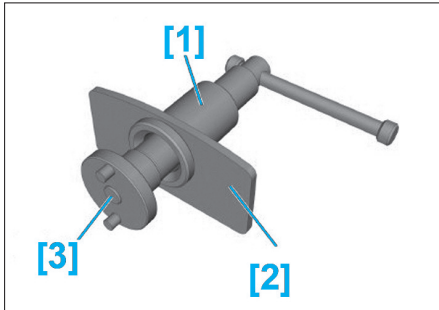

Fig. 11
- [1]. Piston et écrou d'appui (réf : 0805-J2) (Fig.11).
- [1]. Piston et écrou d'appui (réf : 0805-J2) (Fig.11)